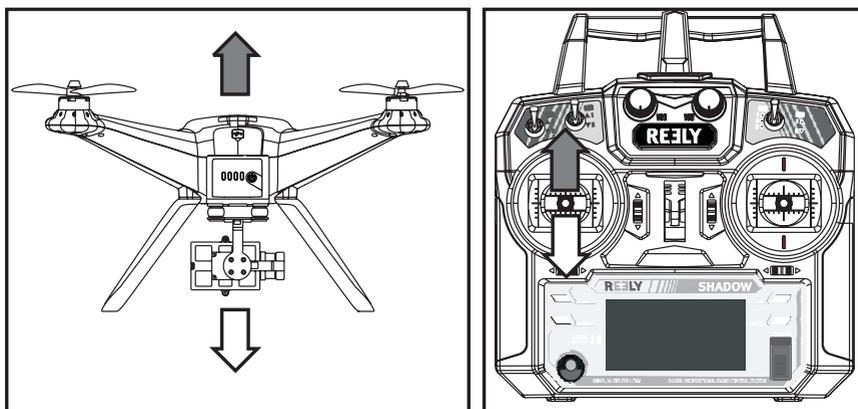

Figura 18
L'altezza di volo del quadricottero viene regolata mediante la funzione pitch (vedere figura 18). Il comando avviene mediante lo stick di controllo sinistro (vedere anche figura 7, pos. 16). A differenza di altri sistemi di controllo remoto, in cui lo stick per la funzione pitch deve essere spostato in avanti e all'indietro, senza tornare sempre in posizione centrale, lo stick per la funzione pitch del quadricottero „Shadow“ ha una posizione intermedia che viene mantenuta dall'azione di una molla.